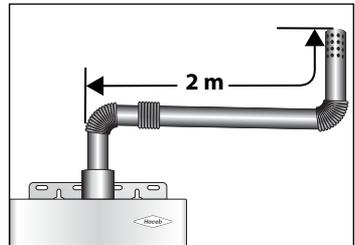

Figura 11.
- La longitud máxima debe ser de 3 m, por cada codo que se implemente se resta 90 cm y se debe conservar una distancia mínima de 30 cm entre codos. Se permite usar máximo tres codos **(Ver figura 11)**.